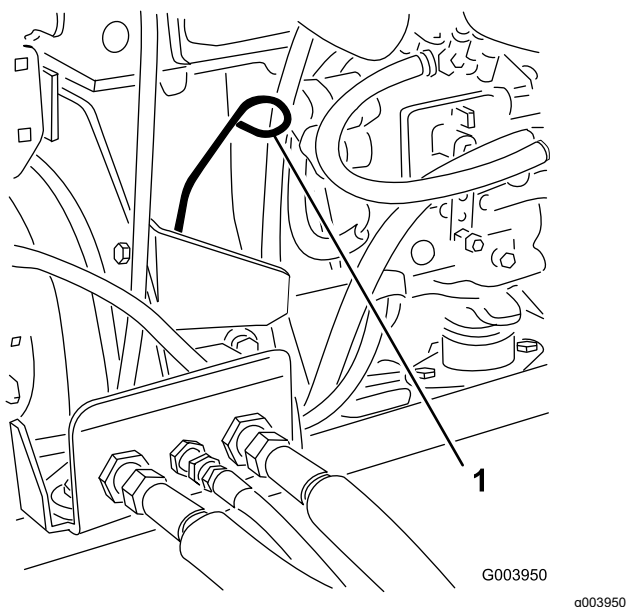

Figure 76
3. Retirez la jauge, essuyez-la sur un chiffon et remettez-la en place (Figure 76).